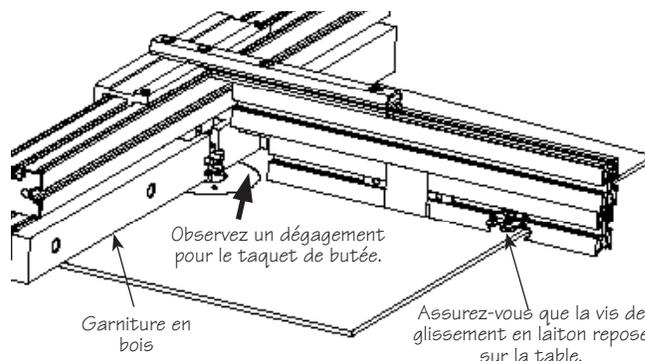

Figure 6: Positionnement du guide perpendiculaire pour l'usinage en bois de bout.
2. Desserrez les deux vis de bras du guide perpendiculaire et éloignez le guide de façon à laisser un jeu suffisant pour que la fraise n'entre pas en contact avec le taquet de butée (voir la **figure 6**).